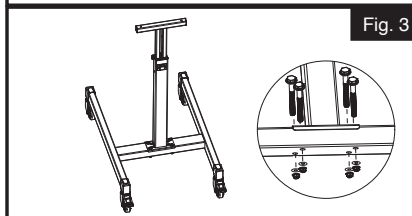

Fig. 3
5. Placez l'ensemble du cadre de support sur le cadre de base comme indiqué, en faisant attention à l'orientation avant et arrière. Insérez quatre boulons M6 dans les trous et fixez-les avec des rondelles M6 et des contre-écrous M6 à l'aide de clés de 10 mm et de 14 mm. (Fig. 3)